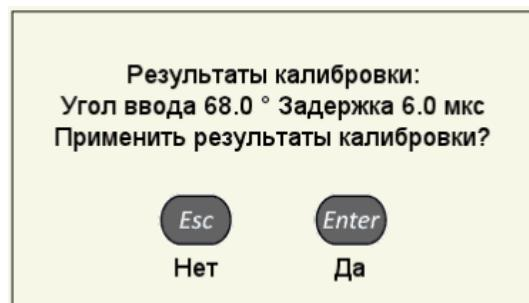

Рисунок 46
– подтвердить принятие результатов калибровки – или отказаться от результатов калибровки – (рисунок 46).